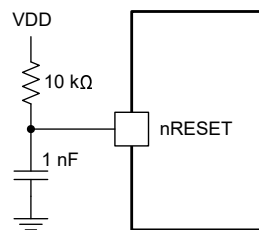

図 7-2. R-C ネットワーク付きの nRESET ピン
- アプリケーションで nRESET 信号を使用しない場合は、図 7-2 に示すように、VDD ピンに直接接続するか、R-C 回路によって nRESET ピンを VDD に接続する必要があります。図 7-2 に示す R-C 回路は、パワー アップ時にリセットを遅延させるためにも使用できます。アプリケーションで nRESET 外部ピンを使用する場合は、nRESET 信号のトレースをできるだけ短くする必要があります。nRESET 信号に接続されているすべての部品は、デバイスにできる限り近づけて配置します。